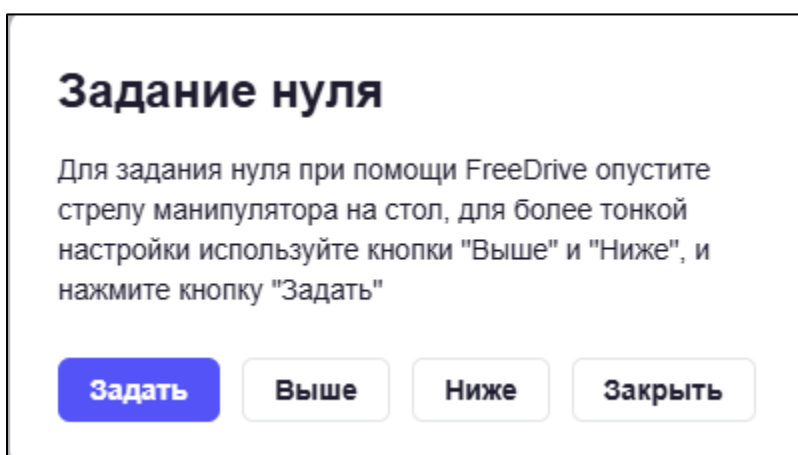

Рисунок 80 – Форма «Задание нуля»
1. Нажмите кнопку . Отобразится форма «Задание нуля» (Рисунок 80).
1. Нажмите кнопку . Отобразится форма управления «Задание нуля» (см. Рисунок 80).